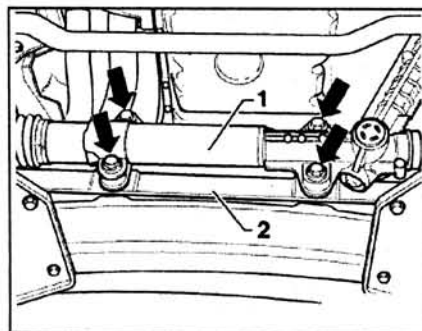

Рис. 6.16. Открутите болты (стрелки) крепления рулевого механизма 1 и снимите его.
8. Открутите болты (стрелки) крепления рулевого механизма 1 и снимите его (рис. 6.16).